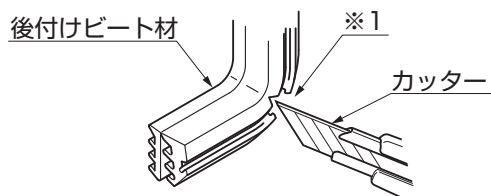

図8-3
- 後付けビート材を折曲げる箇所(※1)に、カッター等で切欠きを入れてください。(図8-3参照)